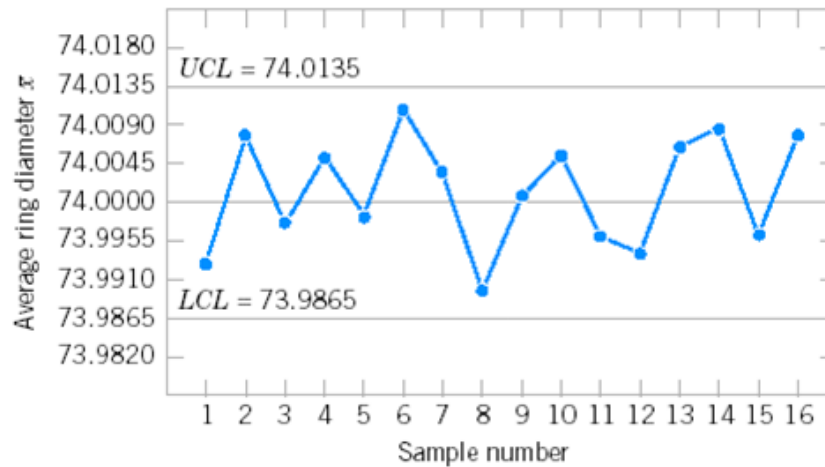

Figura 6.2: Gráfico de control \bar{X} .
- 2) El gráfico de control \bar{X} lo tenemos en la Figura 6.2.